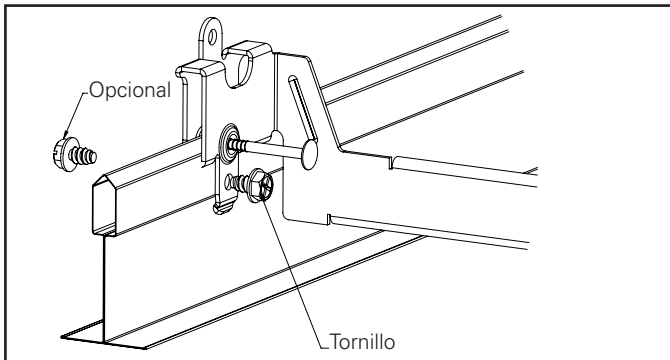

Figura 7
3. Colocación a presión sobre las barras en T. Fije con un tornillo (no incluido) como se muestra (Figura 7).